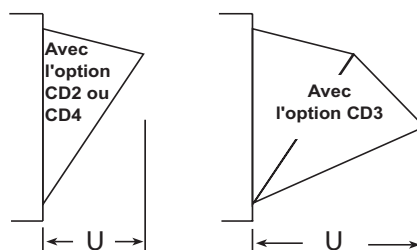

Figure 5. Longueur de buse vers le bas (faire référence à Tableau 7)
Suivez les instructions d'installation fournies avec l'ensemble. Pour connaître la distance supplémentaire requise à l'avant de l'appareil (voir Figure 5, faire référence à Tableau 7).
*Voir Figure 5.